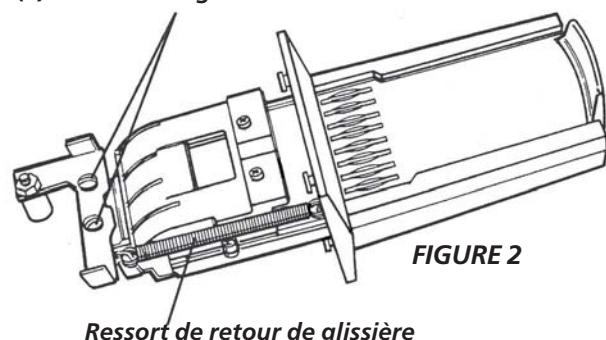

FIGURE 2
Démontez le rallonge de glissière à monnaie de la glissière à monnaie en démontant les deux vis de montage et les entretoises. (Voir Figure 2)
- Décrochez et démontez le ressort de retour de la glissière à monnaie. (Voir Figure 2)